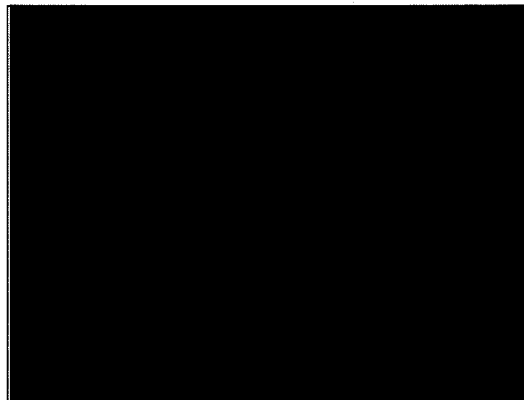

Figure 34
8. Tournez le valve vers la gauche (voir figure 34).